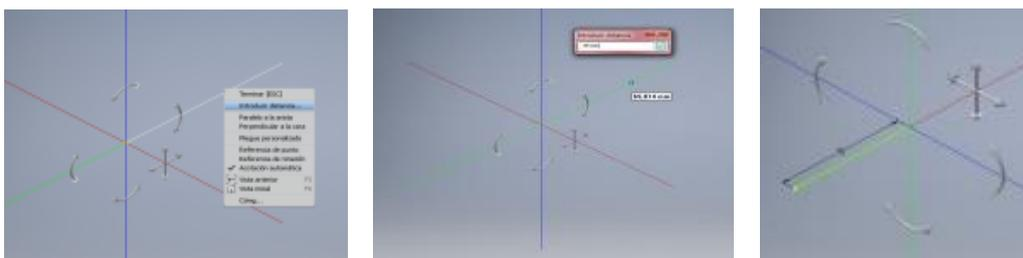

Ilustración 294. Método de asignación de valor al enrutamiento por teclado. Entorno Tubos y Tuberías. Fuente. Elaboración propia.
- Si el ensamblaje está vacío o no existen estructuras válidas, una opción puede ser asignarle el centro del origen del navegador como se muestra en la *Ilustración 294*.